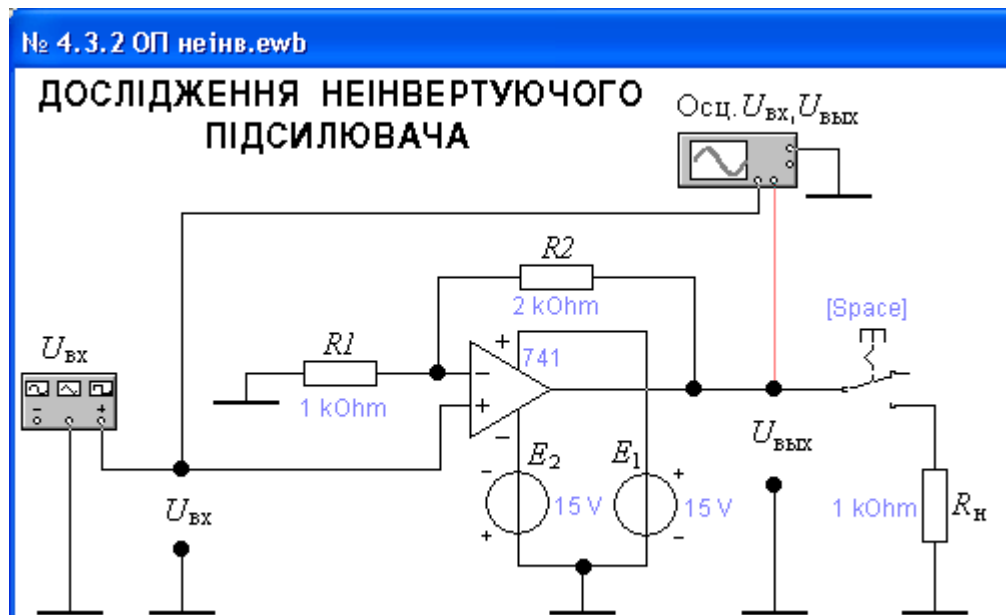

Рис. 10. Схема лабораторного стенда
4.3.1. Відкрийте файл “№ 2.2.2 ОП **неінв.**” (рис. 10).
4.4.1. Зменшіть напругу живлення E_1 і E_2 вдвічі (рис. 10), для чого: